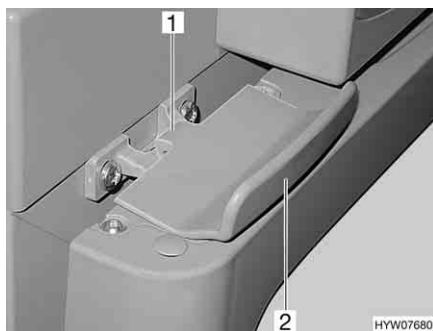

Fig. 184 Bloccaggio della porta del frigorifero, chiuso (Thetford)
- Aprire la porta del frigorifero tirando la maniglia (Fig. 184,2). Il bloccaggio (Fig. 184,1) si sblocca automaticamente.